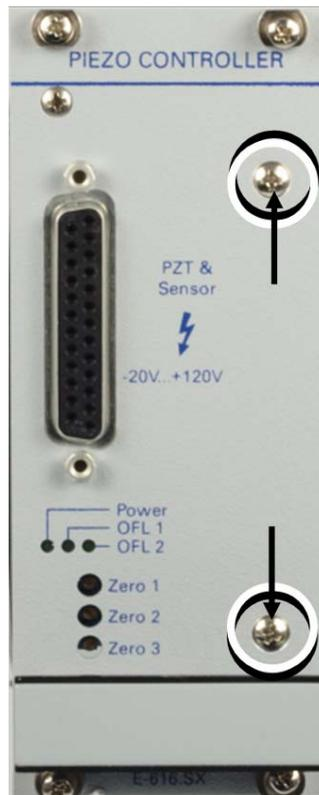

Abbildung 4: Befestigung des Kühlblechs an Frontplatte des E-616 Controller-Moduls
- Lösen Sie dazu auch die beiden markierten Kreuzschlitzschrauben an der Front, siehe Abbildung 4 unten